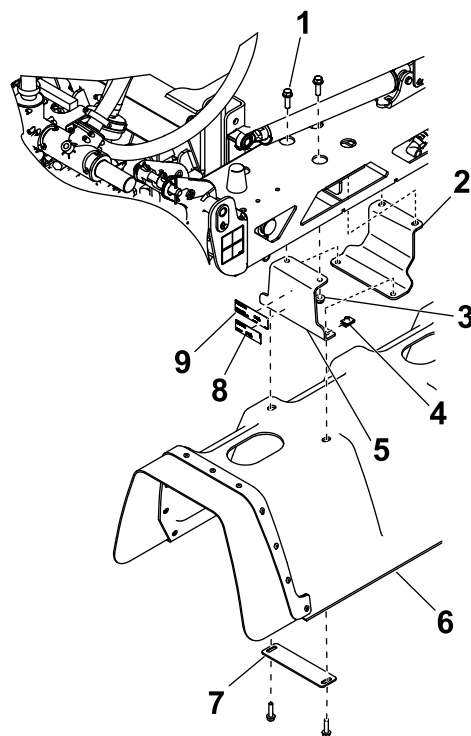

Рисунок 8
Приклейте наклейку с названием модели / серийным номером и наклейку с нормативными требованиями на 1 из кронштейнов средней стрелы, как показано на Рисунок 8.
1. Установите каждый из 2 средних кронштейнов и монтажные пластины стрелы на среднюю стрелу с помощью 2 болтов с шестигранными головками ($\frac{3}{8}$ x $1\frac{1}{4}$ дюйма) и 2 фланцевых гаек ($\frac{3}{8}$ дюйма), как показано на Рисунок 8.
2. Установите средний кожух на кронштейны средней стрелы с помощью 4 П-образных гаек, 2 пластинчатых шайб и 4 болтов с шестигранными головками ($\frac{5}{16}$ x $1\frac{1}{4}$ дюйма), как показано на Рисунок 8.